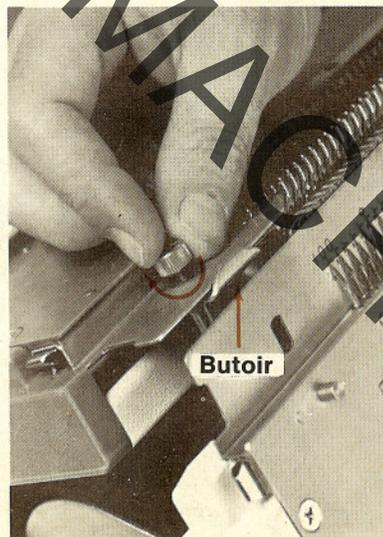

Fig. 12
- Positionner les pattes de la fonture arrière de sorte que les trous des vis des pattes correspondent avec la fente située aux extrémités de la fonture arrière et que les butoirs des pattes viennent contre le bord de la fonture arrière (fig. 12).
- Bloquer l'ensemble avec les vis de verrouillage (fig. 12).